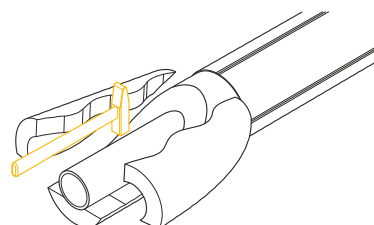

Рис. 4.4.5
5. Сбить молотком освобождённый от защитной оболочки слой теплоизоляции (рис. 4.4.5).